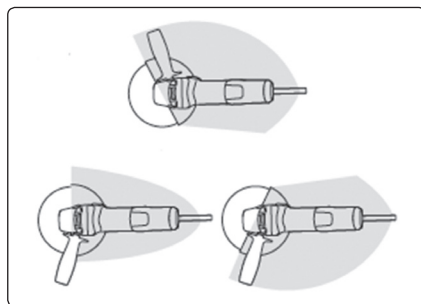

Abb. 5
- **Die Schutzhaube ist je nach dem bloßen Teil der Scheibe so zu installieren, dass in die Richtung der Bedienung einen möglichst geringen Teil der Scheibe bloß ist, um die maximale Sicherheit der Bedienung sicherzustellen, siehe Abb. 5. In den grauen Feldern auf der Abb. 5 ist die Schutzzone der Bedienung je nach der Umdrehung der Schutzhaube gegenüber des bloßen Teiles (Arbeitszone) der Scheibe dargestellt. Bei Änderung der Arbeitszone der Scheibe die Stellung der Schutzhaube entsprechend ändern, um die maximale Sicherheit der Bedienung sicherzustellen.**
- Hebel des Schnellspannsystems der Schutzhaube aufklappen und die Aufnahme der Schutzhaube über die Mulde auf den Hals des Schleifers aufsetzen, wobei sich die Vorsprung auf der Aufnahme der Schutzhaube in der Mulde auf dem Hals des Schleifers befinden muss und die Aufnahme der Schutzhaube auf dem Hals des Schleifers möglichst unten sitzt. Dann die Schutzabdeckung so umdrehen, um die maximale Sicherheit des Benutzers bezüglich der Position der Bedienung und des bloßen Teiles der Scheibe, mit der geschnitten wird, (siehe Abb. 5) sicherzustellen. Vor dem Aufklappen des Hebels des Schnellspannsystems überzeugen Sie sich, dass die Schutzhaube richtig aufgesetzt ist und klappen Sie den Hebel des Schnellspannsystems wieder aus. Dann mit geeignetem Montagewerkzeug die Aufnahme der Schutzhaube durch Drehen der Mutter an der Schraube der Schutzhaube festziehen, um die Schutzhaube für den Betrieb des Schleifers zu sichern, wobei der Hebel des Schnellspannsystems für eventuelle Änderung der Stellung der Schutzhaube aufklappbar bleiben muss. Überzeugen Sie sich durch Ziehen an der Schutzhaube, dass die Schutzhaube des Schleifers fest gesichert ist.